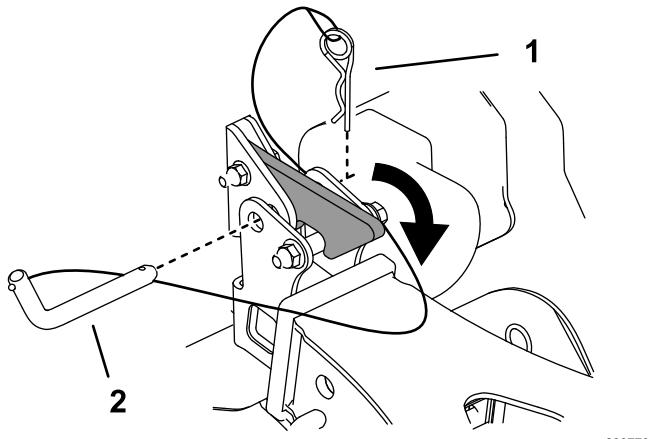
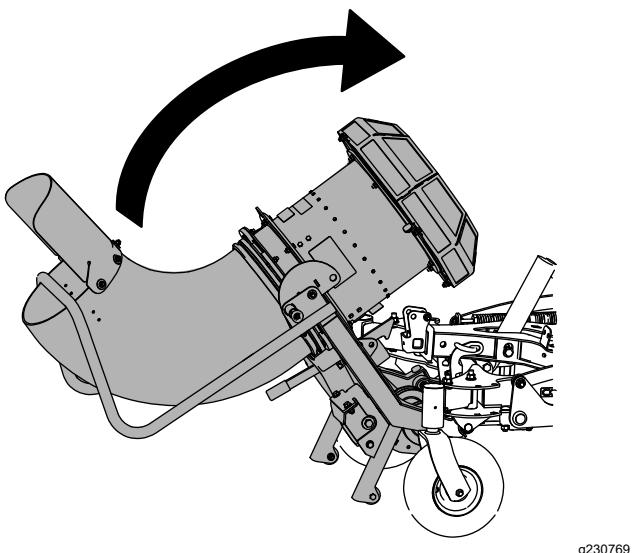

Figura 29
Figura 28
2. Sujete el conjunto al receptor de enganche usando el pasador de enganche y la chaveta que están sujetos al receptor (Figura 29).
1. Eleve el soplador hasta que se enganche en el receptor de enganche (Figura 28 y Figura 29).